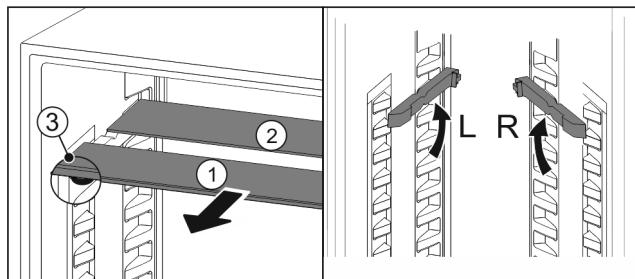

Fig. 102
- Vytiahnite sklené dosky jednotlivo dopredu Fig. 102 (1).
- Sklená doska Fig. 102 (1) s ozdobnou lištou leží vpred.
- Zarážky Fig. 102 (3) ukazujú nadol.